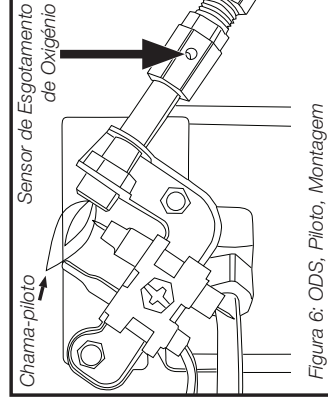

Figura 6: ODS, Piloto, Montagem
Figura 6. Uma ligeira chama amarela pode ocorrer quando a chama piloto e a chama principal do queimador se encontrarem. O queimador deve ficar laranja brilhante (com uma leve cor azul ao redor da borda, uma névoa vermelho-laranja que é visível sobre a parte superior cerâmica é aceitável) e sem uma chama perceptível. Uma chama azul se ficar para fora na parte superior cerâmica indica um acúmulo de poeira, fiapos ou teias de aranha dentro do conjunto do recipiente e do conjunto do queimador principal. Se a chama piloto estiver amarela ou o queimador tem uma chama perceptível, um limpeza pode ser necessária. Use o seguinte procedimento para inspeccionar o conjunto da caixa e conjunto do queimador principal. É necessário verificar periodicamente o orifício do queimador e o tubo do queimador Venturi para se certificar de que eles estão livres de insetos e teias de aranha que podem se acumular ao longo do tempo. Um tubo obstruído pode conduzir a um incêndio.
7. Inspeccione e limpe o orifício principal do queimador (rosca do suporte do orifício). Suporte do orifício está anexado ao tubo de Venturi do conjunto de queimador com (2) dois parafusos.
8. Inspeccione e limpe o piloto (montado no suporte) por meio de um vácuo ou fornecimento de pressão de ar através dos orifícios no piloto indicado pelas setas na Figura 6. AVISO: Nunca use agulhas, fios ou objectos cilíndricos similares para limpar o piloto para evitar danificar o orifício caibrado que controla o fluxo de gás.